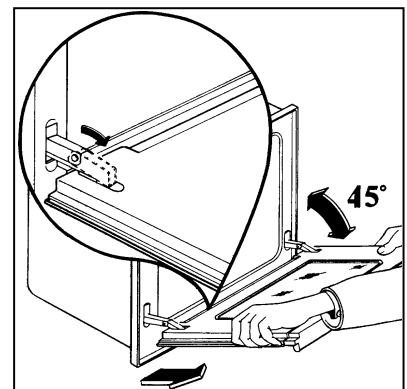

Рис. 10
- б) Найдите шарниры, соединяющие дверцу с духовкой (рис. 10).
- в) Расцепите и поверните рычажки, которые находятся на двух шарнирах (рис. 10).
- д) Осторожно снимите дверцу (рис. 10).